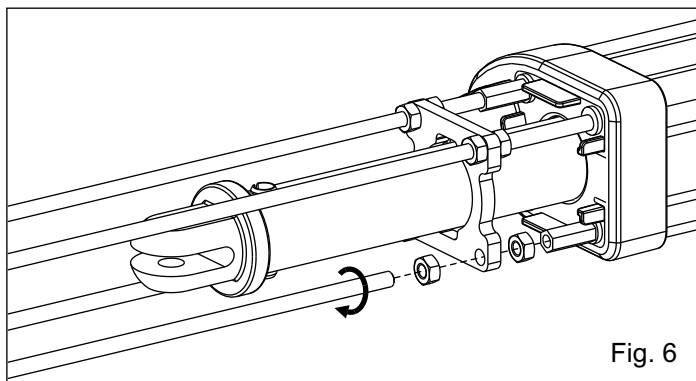

Fig. 6
6. Inserire i dadi ed avvitare i 4 tiranti fino al serraggio (Fig. 6).